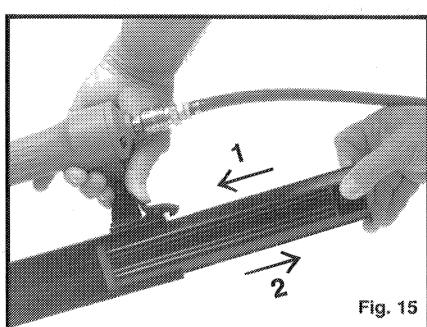

Fig. 15
2. Apriete el pestillo y deslice la tapa de la recámara (magacín) hasta la posición abierta, vea la Fig. 15.